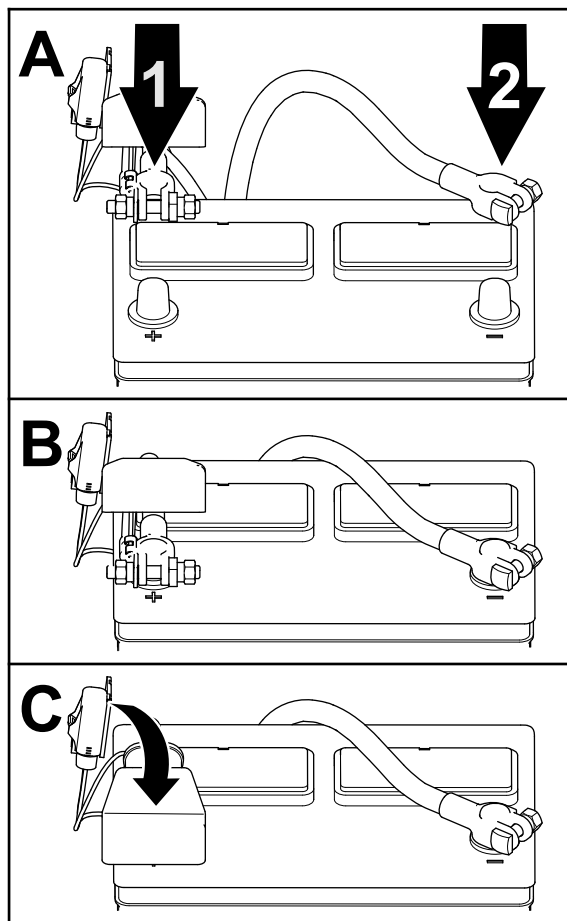

图 6
1. 将正极接线连接到电池，拧紧电池夹螺母（图 6）。
2. 将负极接线连接到电池，拧紧电池夹螺母（图 6）。
3. 将绝缘盖安装到正极电池端子（图 6）。